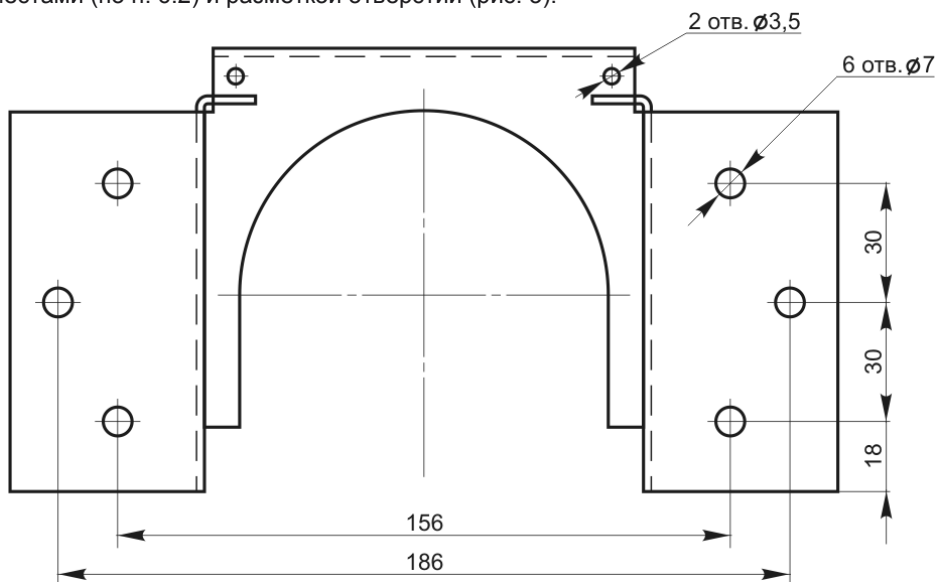

Рис. 3. Крепёжная площадка МПП
6.3. Закрепить крепёжную площадку модуля в соответствии с определенными местами (по п. 6.2) и разметкой отверстий (рис. 3).